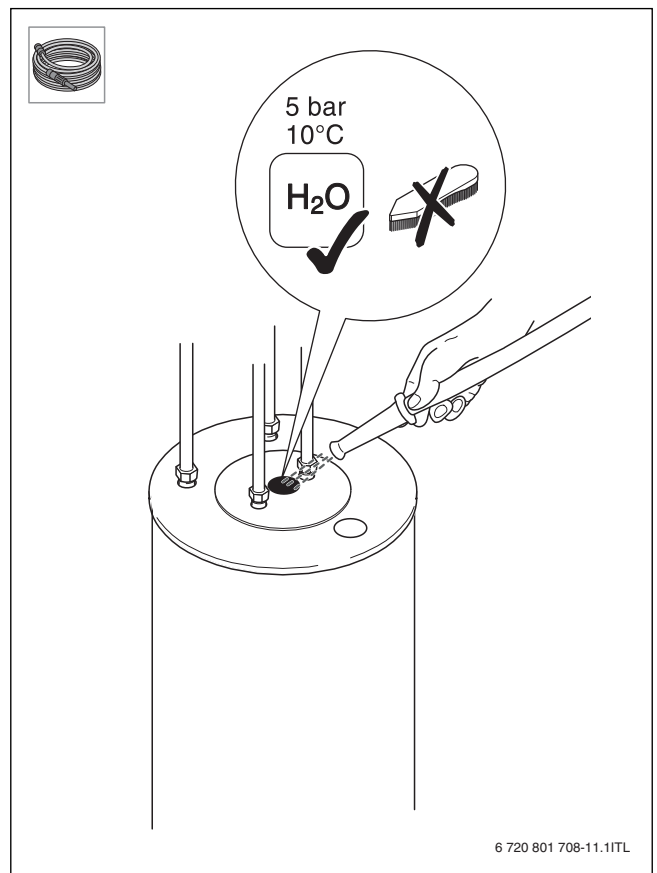

Fig. 15
- ▶ Промойте бак-водонагреватель (→ рис. 15, стр. 62).